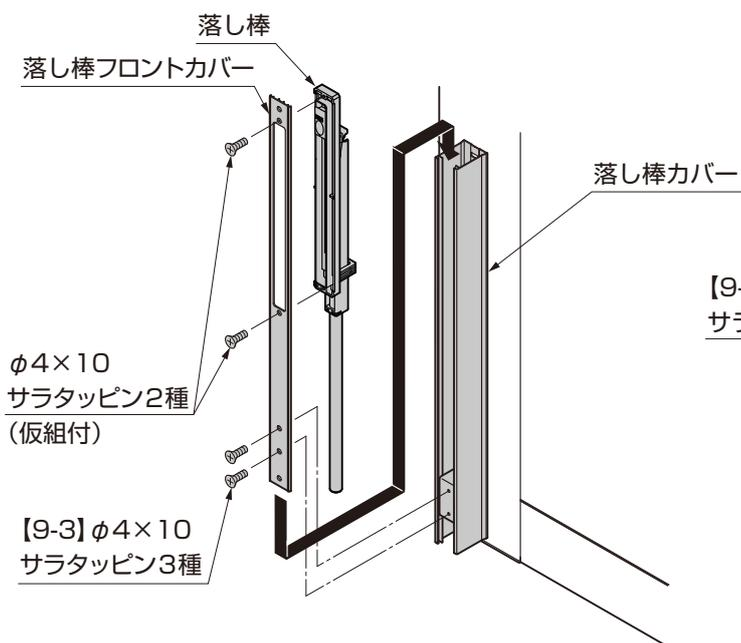
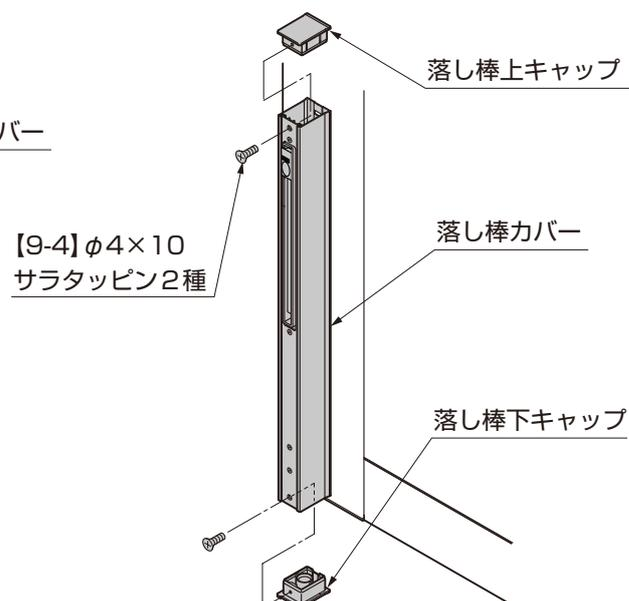

図 16-3
図 16-4
- ③仮組付けしてある落とし棒と落とし棒フロントカバーを落とし棒カバーに上から差込んで、落とし棒ガイドに【9-3】で取付けてください。(図16-3参照)
- ④落とし棒と落とし棒フロントカバーを仮組付けしているネジを締込んでください。
- ⑤落とし棒カバーに落とし棒上キャップと落とし棒下キャップをそれぞれ【9-4】で取付けてください。(図16-4参照)